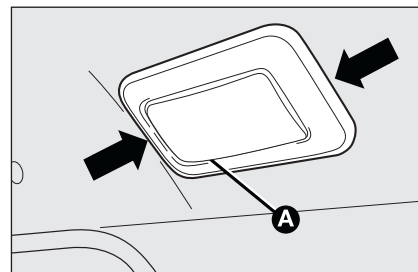

fig. 40
- enlever le plafonnier **A-fig. 40** en agissant selon les points indiqués par la flèche;